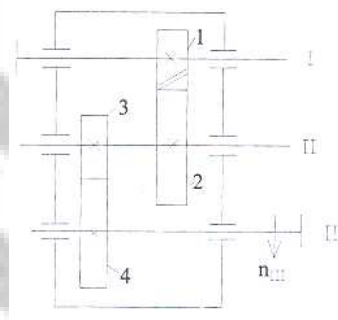

图 1
3、图 1 所示为两级斜齿圆柱齿轮减速器，已知齿轮 1 的旋向和 III 轴转向，齿轮 2 的参数 $m_{n2} = 3\text{mm}, Z_2 = 57, \beta_2 = 14^\circ$ ；齿轮 3 的参数 $m_{n3} = 5\text{mm}, Z_3 = 21$ ，分析：